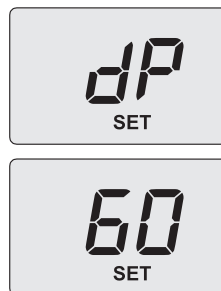

Figura 7.5
Sul display compare la scritta "**SET**" (Figura 7.5).
- Una volta impostato il valore a **4** (spazzacamina attivo in massimo sanitario) premere il tasto 13 per confermare. Sul display appare **dP** alternato alla temperatura massima in sanitario (Figura 7.5).